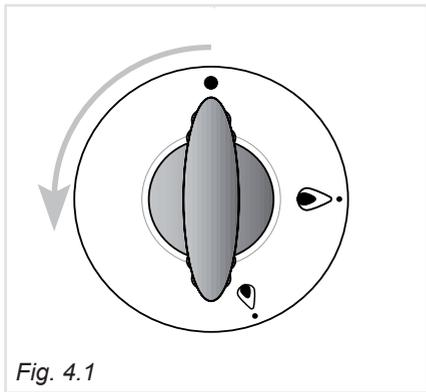

Fig. 4.1
L'afflusso del gas al bruciatore è regolato da un rubinetto, come i bruciatori del piano di lavoro (fig.4.1), che permette la regolazione del massimo e del minimo. Inoltre, questo rubinetto è dotato di una valvola di sicurezza che, allo spegnersi della fiamma, chiude automaticamente l'erogazione di gas.
L'arrivo del gas al bruciatore del forno è regolato da un rubinetto con valvolatura di sicurezza (fig. 4.1).
3. Premere a fondo e ruotare in senso antiorario la manopola del forno (fig.4.1) fino a far coincidere l'indice della manopola con il simbolo 🔹 (fiamma grande = portata massima) sul pannello comandi.